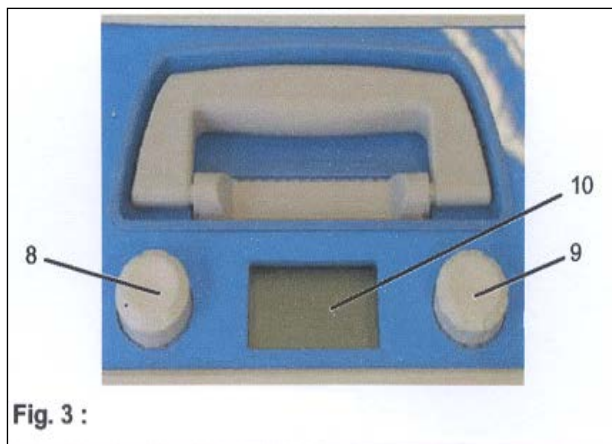

Fig. 3 :
7. Den Ein/Aus-Schalter drücken (Fig.3, 8 Seite 5).
6. Das Gerät in Betrieb setzen (Fig.3, 8 Seite 5)
1. Einige Sekunden lang auf den Volumenstrom-Einstellregler (Fig.3, 9 Seite 8) drücken, bis die Volumenstromangabe (die Ziffern) blinkt;
2. Wenn die Volumenstromangabe auf dem LC-Display blinkt (Fig.3, 10 Seite 8), den Druck auf dem Regler zurücknehmen;